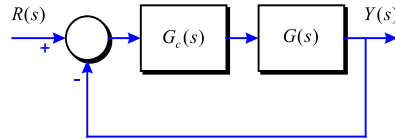

Figura 4-12
**Problema 121** Donat el sistema de a Figura 4-12 amb  $G(s) = \frac{1}{s^2 + 1}$ :